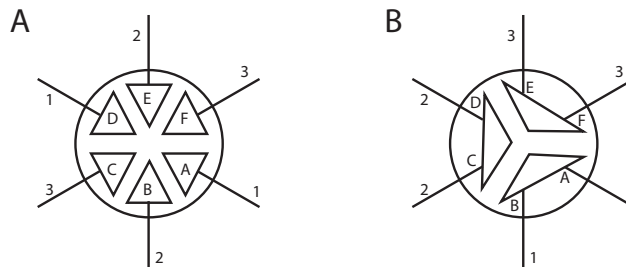

Fig. 8.e
- elettrovalvola di alimentazione (Fig. 8.a part. 3 e Fig. 8.c part. 2). Dopo avere scollegato i cavi e le tubazioni, rimuovere l'elettrovalvola e controllare lo stato di pulizia del filtro in ingresso pulendolo, se necessario, utilizzando acqua e una spazzola morbida;
- collettore con pompa di scarico (Fig. 8.a part. 5). Verificare che non siano presenti residui solidi nella sede di innesto del cilindro, rimuovendo le eventuali impurità. Controllare che la guarnizione di tenuta (O-Ring) non sia danneggiata o fessurata, se necessario sostituirla. Verificare che non vi siano residui solidi nel condotto di drenaggio;
- pompa di scarico (Fig. 8.c part. 4). Scollegare l'alimentazione elettrica, svitare le viti di fissaggio e rimuovere eventuali impurità (Fig. 8.a part. 6). Pulire la vasca da eventuali incrostazioni e verificare che l'acqua fluisca liberamente dalla vasca allo scarico (in corrispondenza della pompa di scarico);
- vaschetta di carico (Fig. 8.a part. 1). Controllare che non vi siano ostruzioni o particelle solide e che gli elettrodi di misura della conducibilità siano puliti, rimuovere eventuali impurità e risciacquare;
- kit tubi interni (Fig. 8.a part. 2 e Fig. 8.c part. 3). Controllare che siano liberi ed esenti da impurità, rimuovere eventuali impurità e risciacquare.